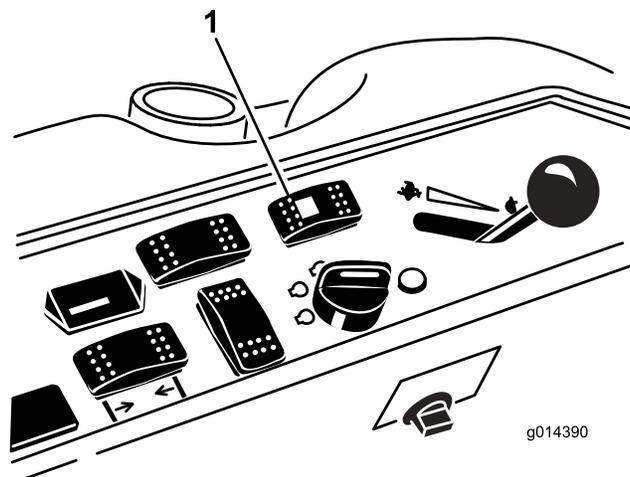

Рисунок 40
1. Нажмите переключатель режимов рулевого управления (Рисунок 40) назад (рулевое управление с полным приводом).